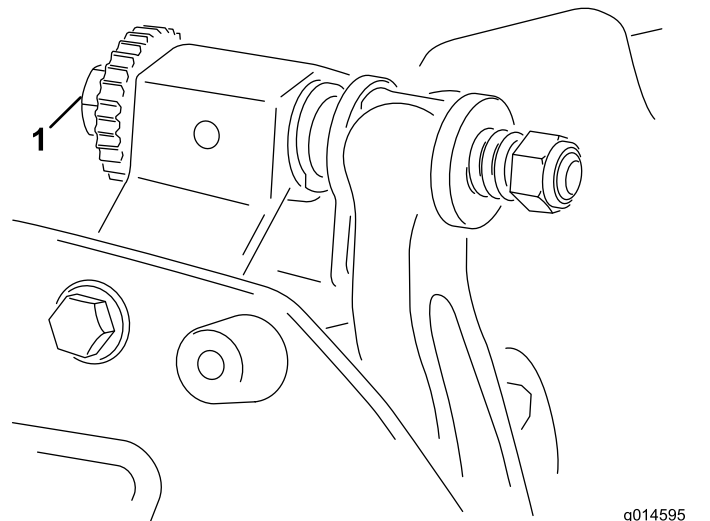

Figura 6
- A. Gire los tornillos de ajuste de la barra de asiento en el sentido de las agujas de reloj (Figura 6), un clic a la vez, hasta que se note y se oiga un contacto ligero.
6. Gire el tornillo de ajuste derecho de la barra de asiento (Figura 6) hasta que note una ligera presión en el suplemento al moverlo de un lado a otro. Retire el suplemento.